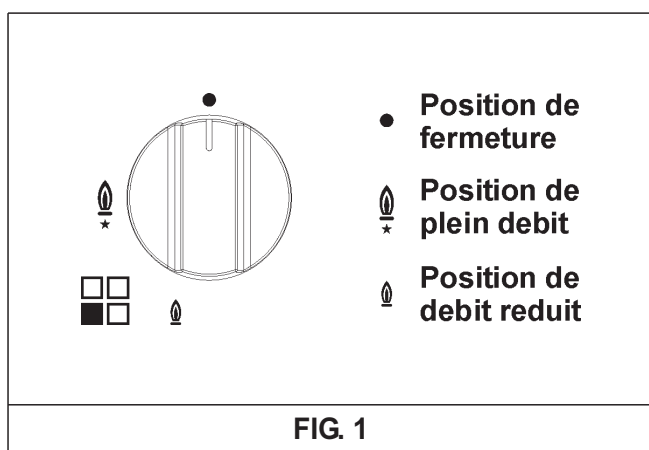

FIG. 1
Enfoncer et tourner dans le sens inverse des aiguilles d'une montre le bouton correspondant au brûleur à utiliser, l'amener sur la position Maximum (grande flamme fig. 1) et approcher une allumette du brûleur.
Enfoncer et tourner dans le sens inverse des aiguilles d'une montre le bouton correspondant au brûleur à utiliser, l'amener sur la position Maximum (grande flamme fig. 1) puis enfoncer et relâcher le bouton d'allumage "E".
Enfoncer et tourner dans le sens inverse des aiguilles d'une montre le bouton correspondant au brûleur à utiliser, l'amener sur la position Maximum (grande flamme fig. 1) puis enfoncer le bouton à fond.
Avec les brûleurs dotés d'un thermocouple de sécurité, il faut tourner dans le sens inverse des aiguilles d'une montre le bouton correspondant au brûleur à utiliser, l'amener sur la position Maximum (grande flamme fig. 1) jusqu'à entendre un léger dé clic puis enfoncer le bouton et répéter les opérations indiquées précédemment.
- Lorsque l'ébullition a été atteinte, amener le bouton sur la position Minimum (petite flamme fig. 1).
- on ne peut procéder à l'allumage des brûleurs dotés d'un thermocouple de sécurité que lorsque le bouton est sur la position Maximum (grande flamme fig. 1).